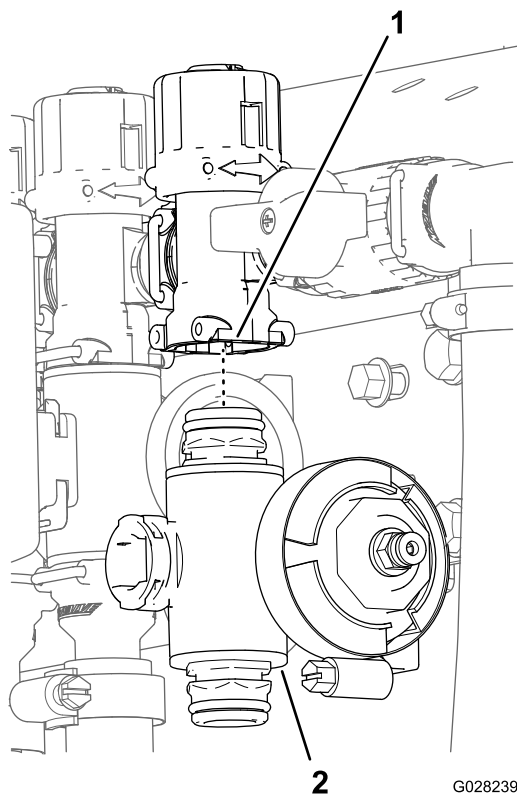

図 118
3. 左ブームまたは右ブームバルブの場合は、バルブをバルブマウントに固定しているフランジヘッドボルトとフランジロックナットを外してバルブマニホールドを機体から取り出す。右ブームバルブの場合は、機体からブーム用のバルブマニホールドを取り出す 図 118。